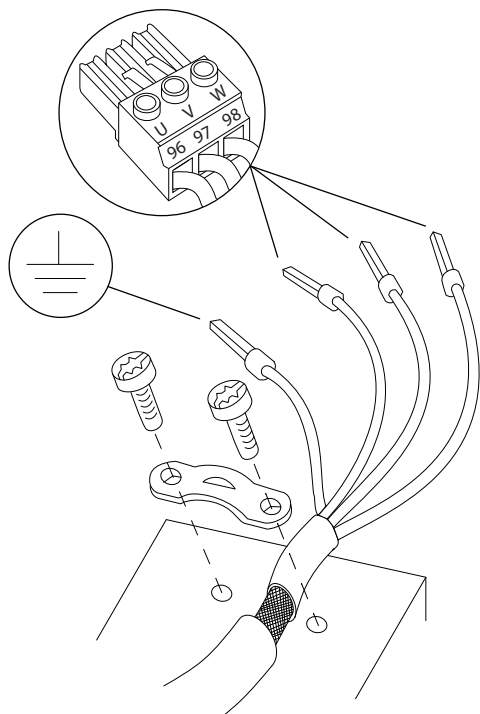

Рисунок 4.6 Подключение двигателя
3. Подключите провод заземления к ближайшей клемме заземления в соответствии с инструкциями по заземлению вглава 4.3 Заземление , см. Рисунок 4.6.
4. Подключите проводку трехфазного двигателя к клеммам 96 (U), 97 (V) и 98 (W), см. Рисунок 4.6.